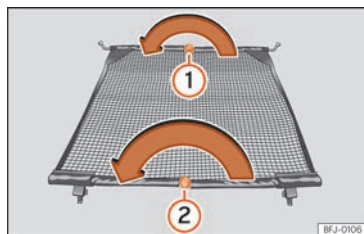

Fig. 132 Dobrar a rede de separação.
»» **Fig. 132** ① e dobre a vareta transversal no sentido da seta, mantendo o botão pressionado.
»» **Fig. 132** ② e dobre a vareta transversal no sentido da seta, mantendo o botão pressionado.